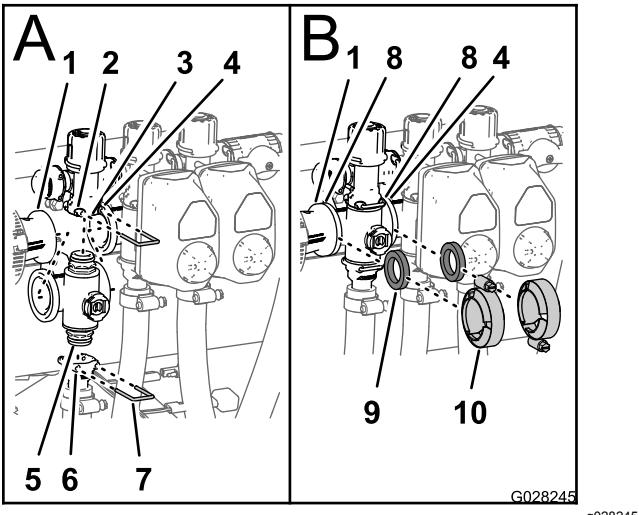

Figure 78
1. Insérez le raccord d'embout supérieur de la valve de collecteur dans le raccord de dérivation (A de Figure 78).
2. Fixez le raccord d'embout au raccord de dérivation en insérant un étrier de fixation dans la douille du raccord de dérivation (A de Figure 78).
3. Montez le raccord de sortie sur le raccord d'embout inférieur de la valve de collecteur (A de Figure 78).
4. Fixez le raccord d'embout au raccord de sortie en insérant un étrier de fixation dans la douille du raccord de sortie (A de Figure 78).
5. Placez 1 joint entre les brides de l'accouplement réducteur et du collecteur de vanne de section (B de Figure 78).
6. Montez l'accouplement réducteur, le joint et le collecteur de vanne de section avec un collier serré à la main (B de Figure 78).
7. Si vous montez les 2 vannes de section à l'extrême gauche, placez 1 joint entre les brides des 2 collecteurs de vanne de section adjacentes (B de Figure 78).
8. Montez les 2 collecteurs de vanne de section adjacentes et le joint avec un collier serré à la main (B de Figure 78).